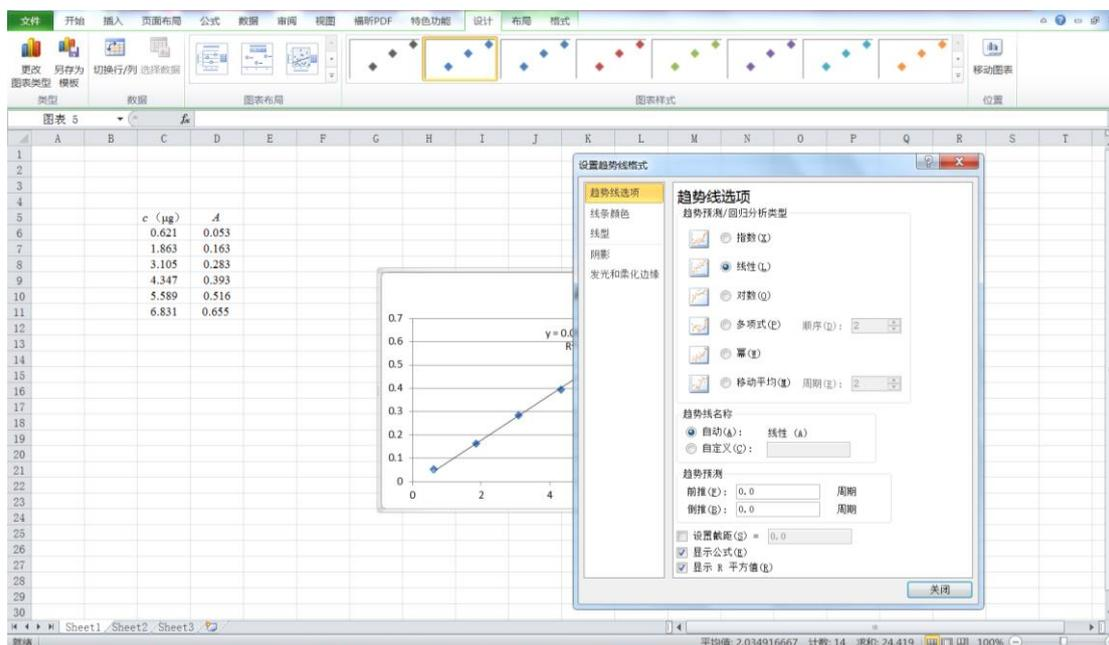

图 5
4、勾选“线性”、“显示公式”和“显示 R 平方值”，点击关闭，得到标准曲线方程和 R^2 ，如图 5 和 6；